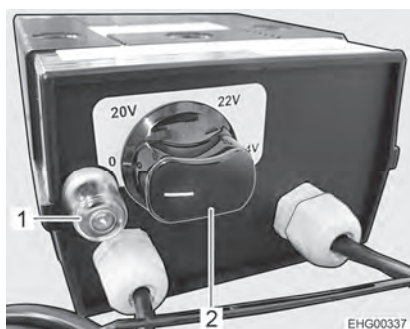

Fig. 126 Regulador para calentamiento eléctrico del piso
- Girar el regulador giratorio (Fig. 126,2) al nivel de calefacción deseado.
- Girar el regulador giratorio (Fig. 126,2) a la posición "0".
Cuando se sobrecarga el regulador, se activa la protección contra sobrecargas. El perno (Fig. 126,1) salta hacia fuera.
- Hundir el perno (Fig. 126,1) en la protección contra sobrecargas cuando se haya enfriado el regulador.